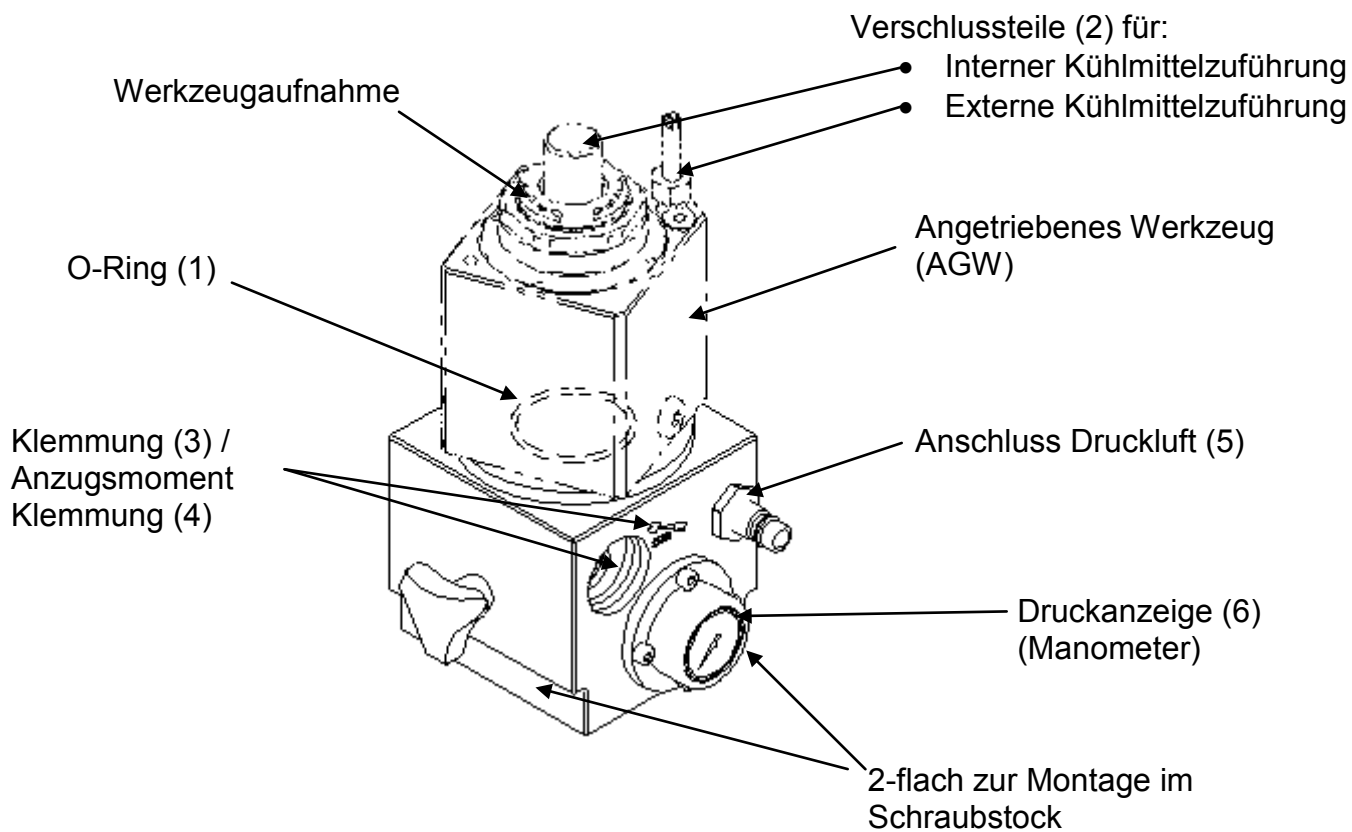

Abb. 1
- Das zu prüfende AGW, wie in Abb.1 dargestellt in die Prüfvorrichtung einsetzen
- Klemmung (3) mit dem vorgeschriebenen Drehmoment (4) anziehen.
- Druckluft (2 bar) am Anschluss der Prüfeinrichtung (5) anschließen.